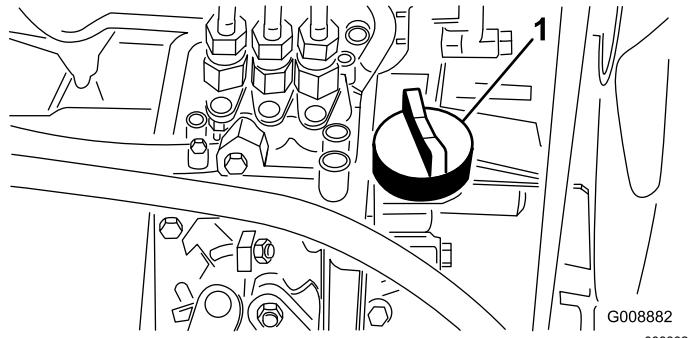

Figura 28
4. Si el nivel de aceite es bajo, retire el tapón de llenado (Figura 28) y añada poco a poco pequeñas cantidades de aceite, comprobando el nivel frecuentemente, hasta que el nivel llegue a la marca de lleno de la varilla.